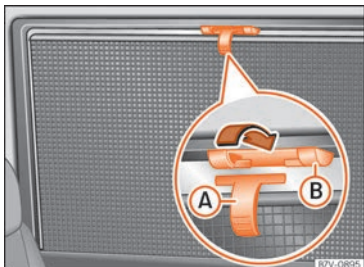

Abb. 147 Im hinteren rechten Fenster: Sonnenschutzrollo.
- Sonnenschutzrollo am hervorstehenden Griff »» **Abb. 147** (A) ganz nach oben ziehen.
- Haltestange mit den beiden Ösen in die entsprechenden Halterungen einhängen (B). Prüfen, dass das herausgezogene Sonnenschutzrollo sicher in den beiden Halterungen eingehängt ist (B).